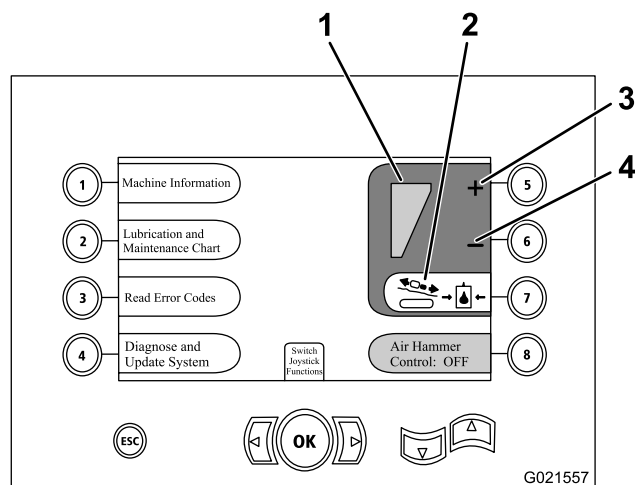

Рисунок 68
- Нажмите кнопку 7 на данной странице для настройки позиции давления каретки в положение «Вкл.» (зеленое), как показано на Рисунок 68.